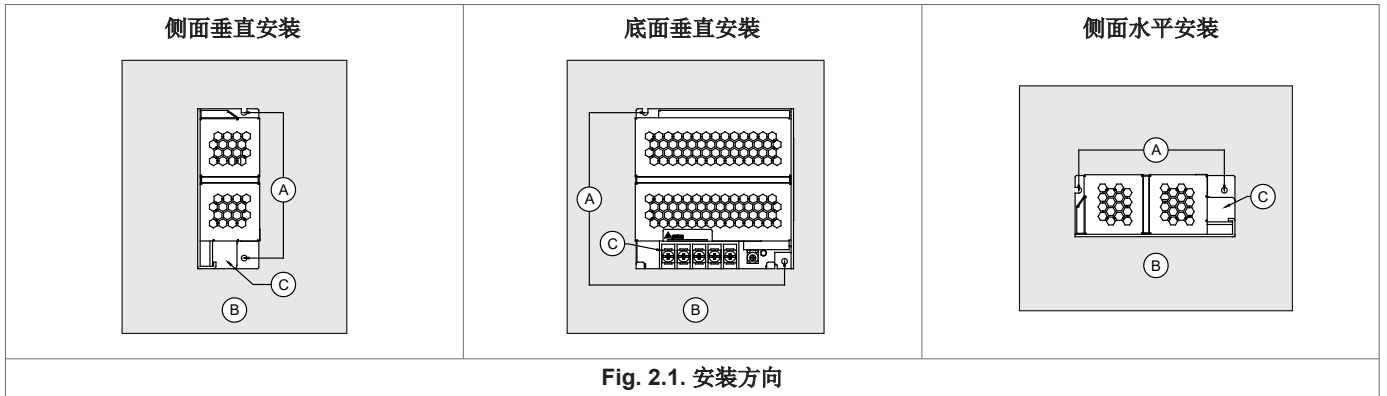

Fig. 2.1. 安装方向
- ① 输入及输出端子台
- ② 直流电压调节电位器
- ③ 直流电控制 OK 指示灯 (绿色)
- PMH-50WCA□, PMH-100WCA□, PMH-100WCC□, PMH-100WCN□, PMH-150WCA□, PMH-150WCD□, PMH-200WCB□ (依据 Fig. 2.1)